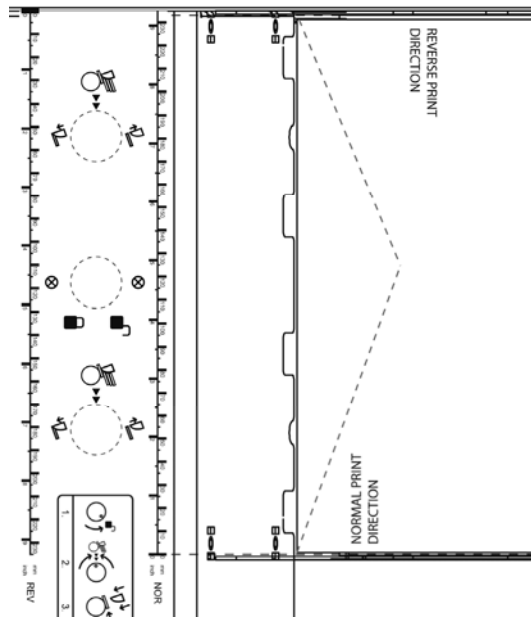

Abbildung 12: Positionieren des Materials
- Legen Sie ein Medium an die gewünschte Druckposition. Bestimmen Sie die Position mithilfe des Lineals. Beachten Sie, dass die Druckrichtungen NOR (Normal) und REV (Rückwärts) unterschiedliche Nullpositionen aufweisen (siehe Abbildung 12). Weitere Informationen zur Druckrichtung finden Sie in Kapitel 5.6 "5.6" auf Seite 40.